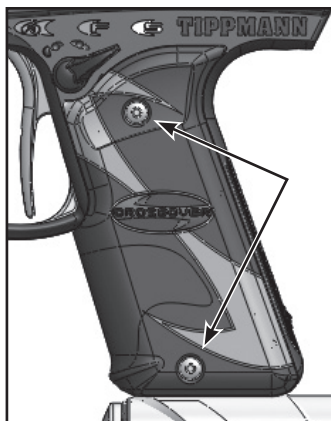

Figure 2: Enlevez les deux vis.
- a. Enlevez les deux vis (Figure 2) du grip gauche en utilisant la clé Allen 5/64 fournie avec votre marqueur.